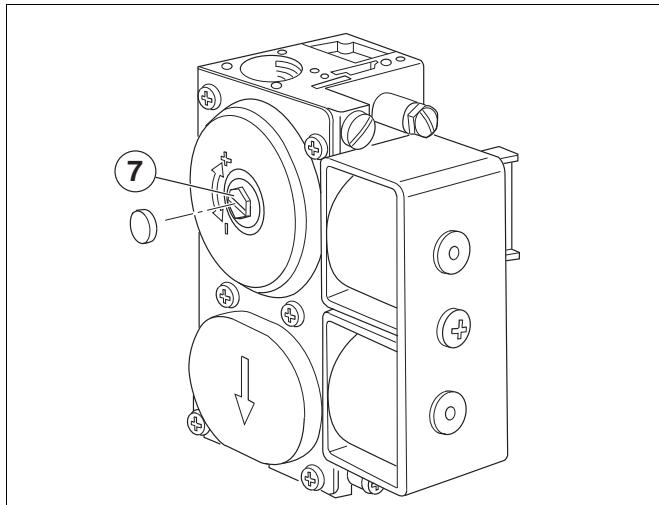
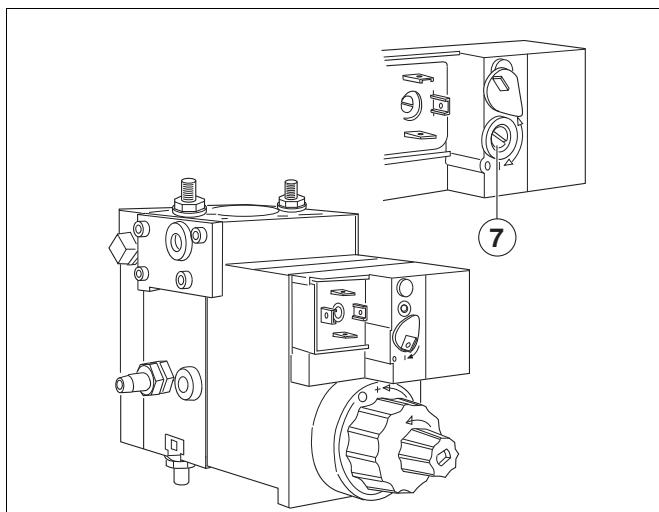

Abb. 6 Gasbrennerarmatur SIT 830 Tandem
Abb. 8 Gasbrennerarmatur Dungs MBDLE
- Schutzkappe bzw. -schraube über der Einstellschraube für Düsendruck entfernen (Abb. 6 bis 7); bei Dungs MBDLE Verschlußklappe wegschwenken (Abb. 8).
- Düsendruck korrigieren durch Drehen der Einstellschraube in Plus- oder Minus-Richtung (Abb. 6 bis 8).